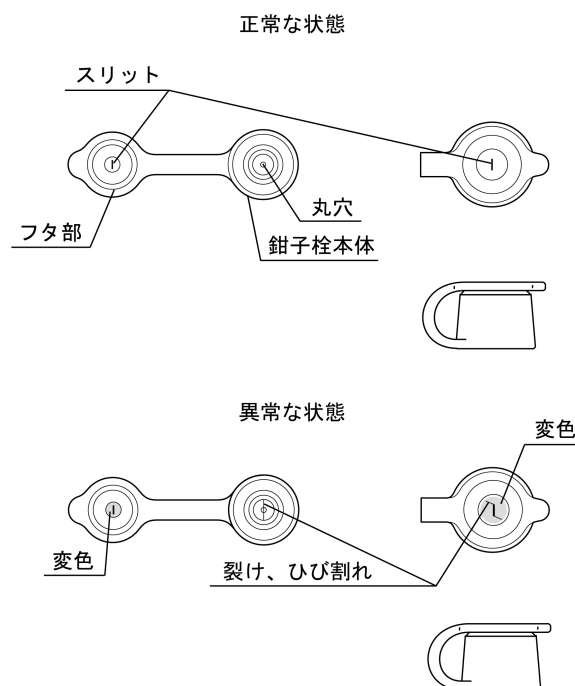

図 3
- 12.鉗子栓のフタ部のスリットまたは鉗子栓本体の丸穴に裂け、ひび割れ、変形、変色などの異常がないことを目視で確認すること (図 3 参照)。